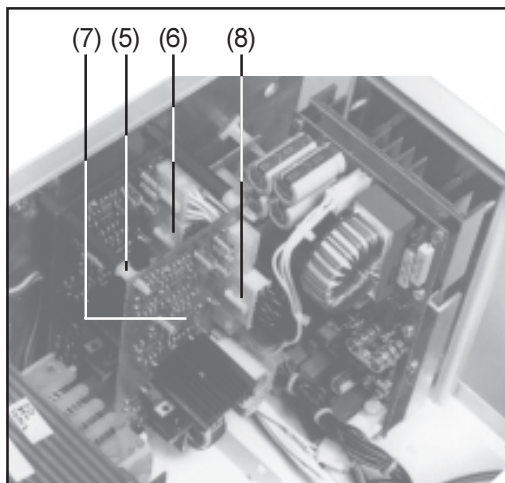

Abb.4 Einbauposition Print PZ45 RO
- Snap-in-Distanzen - Abb.3/Pos.(2) - auf die Distanzen M4x40 - Abb.4/Pos.(5) - schrauben.
- Verkabelung - Abb.3/Pos.(3) - in 14 pol. Buchse am Print PV45S (A25x4) - Abb.4/Pos.(6) - stecken.
- Print PZ45 RO - Abb.3/Pos.(1) - parallel zum Print PV45 S befestigen - Abb.4/Pos.(7)
- 14 pol. Stecker am Print PZ45 RO (A26X4) anstecken - Abb.4/Pos.(8)